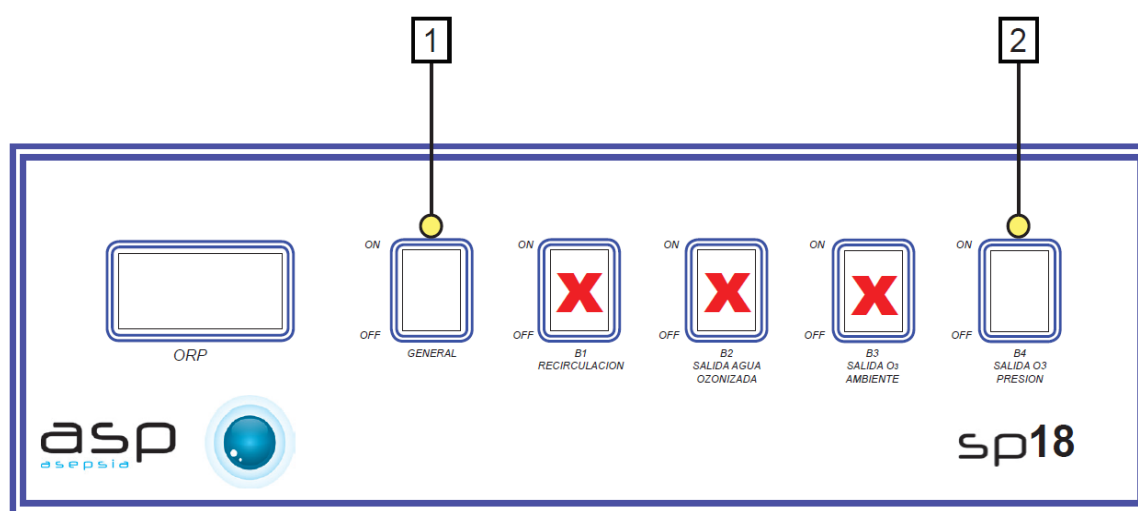

Figura 5
ATENCIÓN: Antes de continuar debe verificarse que se encuentran apagados los interruptores bomba 1 - Bomba de recirculación de agua, bomba 2 - Salida agua ozonizada del depósito y bomba 3 - Salida O₃ ambiente marcados con una “x” en la figura 5.
- 3 - Encender el interruptor general del panel de mandos (Figura 5 posición 1).
- 4 - Active el interruptor bomba 4 - Salida O₃ presión (Figura 5 posición 2) en el panel de mandos. Inmediatamente se impulsará aire ozonizado por medio de la Salida O₃ Presión situada en el lateral del carro (Ver Figura 1 Leyenda c) con un caudal de 45 l/min y una producción de ozono de 60 g/h.